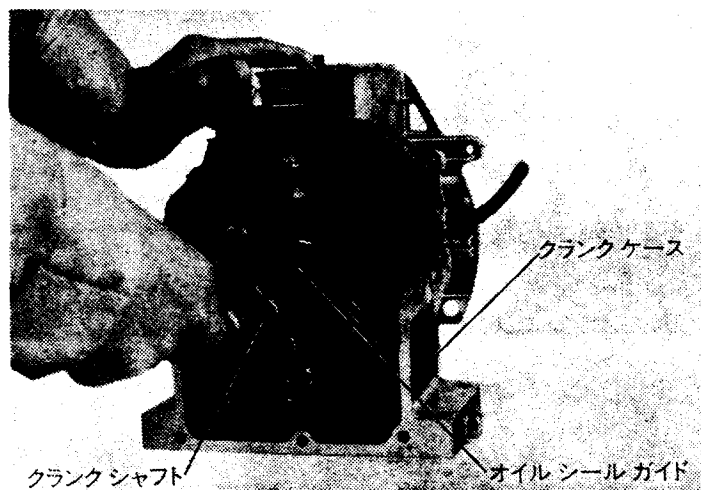

Fig 5-4-1
- ② シリンダヘッド及びピストン頭部に付着しているカーボンは完全に除去し特にピストンリング溝に付着したカーボンは注意して除去する。
- ③ 各オイルシールリップ部の傷の有無を点検し傷のある物は交換する。又、組立時はリップ部にオイルを塗布する。
- ④ ガasket類は新品と交換する。
- ⑤ キー、ピン、ボルト、ナット類は必要に応じて新品と交換する。
- ⑥ トルク規制のある部分は規定の締付トルクで締付ける様にする。
- ⑦ 組立時は回転部及び摺動部にオイルを塗布する。
- ⑧ 必要に応じて各部のクリアランスの点検及び調整を実施した後に組立てをする。
- ⑨ 組立中主要部を取付けたら、その都度手廻しをして重さや音に注意する。
(2) 組立て順序及び注意事項
① クランクシャフト
- (a) クランクシャフトオイルシールガイドをクランクシャフト先端に組付けFig 5-4-1の様にしてクランクケースに組付けます。